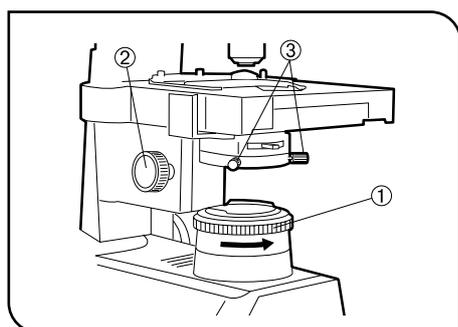

Fig. 15
## 1 Centrage du diaphragme de champ (Figures 15 & 16)
1. Une fois l'objectif 10X engagé et la mise au point sur la préparation effectuée, tourner la bague ① du diaphragme de champ dans le sens inverse des aiguilles d'une montre pour réduire l'ouverture du diaphragme à son diamètre minimum.
2. Tourner le bouton de réglage en hauteur ② du condenseur pour mettre au point l'image du diaphragme de champ.
3. Tourner les deux molettes ③ de centrage des lentilles auxiliaires de manière à centrer l'image du diaphragme de champ dans le champ d'observation des oculaires. (Figures 15 & 16)